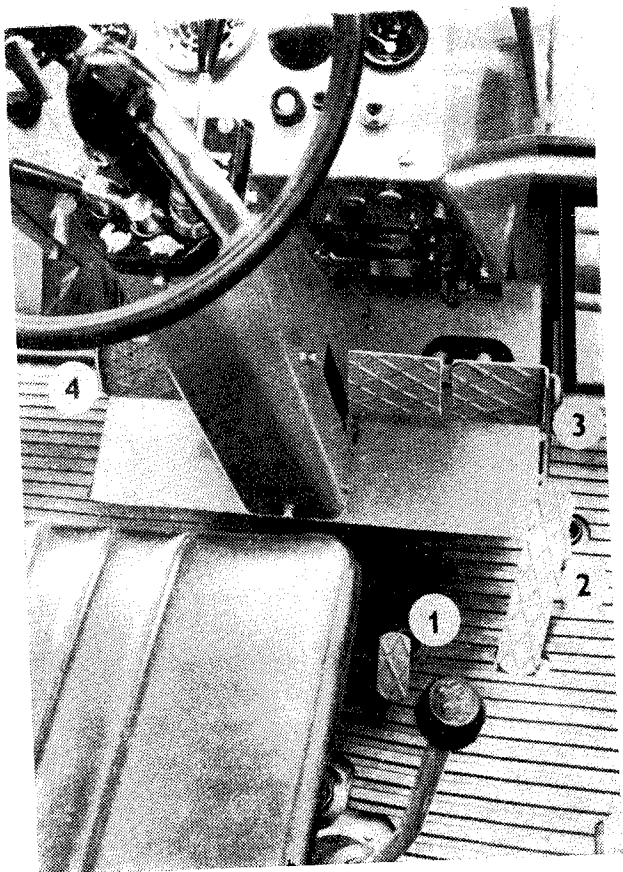

Fig. 19
1. Pédale de blocage du différentiel de l'essieu arrière (fig. 19/1).
2. Pédale accélérateur (fig. 19/2).
3. Pédales du frein à pied enclanchées par le cliquet (fig. 19/3). Sur les tracteurs on emploie le système de frein à deux pédales avec le compensateur automatique de pression.
4. Pédale de l'embrayage (fig. 19/4).